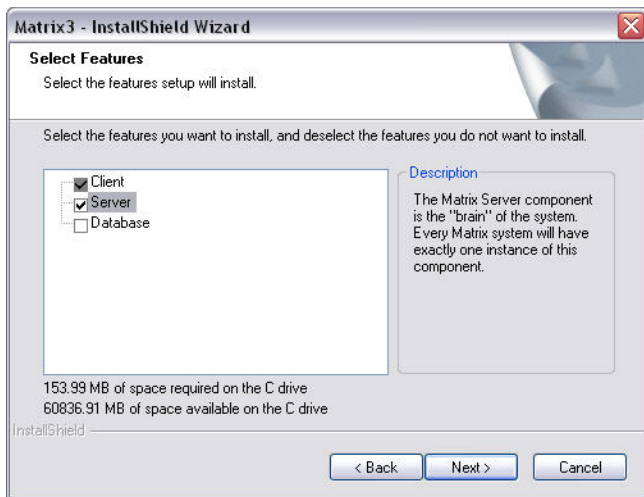

Рис. 15
- На экране «Select Features» [Выберите параметры] (Рис. 15) нужно выбрать параметры дальнейшей установки и снять флажок напротив параметров, которые не нужно устанавливать. Нажмите «NEXT» [ДАЛЕЕ].